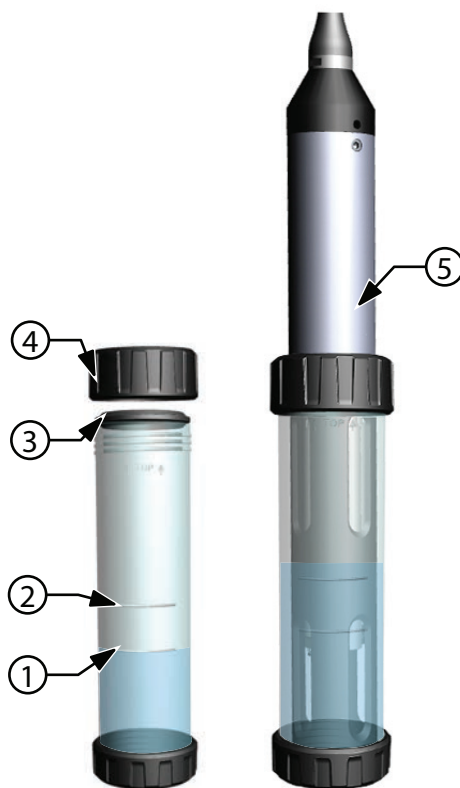

Figura 44 Volumen estándar del vaso de calibración
4. Vuelva a llenar el vaso de calibración con estándar de calibración nuevo hasta aproximadamente la primera línea para la calibración de pH, ORP y turbidez. Llene hasta la segunda línea para la calibración de conductividad (Figura 44 en la página 34).
1. Asegúrese de que la junta del vaso de calibración esté correctamente colocada (Figura 44 en la página 34). Instale sin apretar la tuerca de retención en el vaso de calibración.